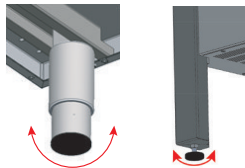

Bild 4. Ausnivellieren des Gerätes
- Das Gerät auf einem harten und stabilen Untergrund in einem für die Nutzung des Gerätes vorgesehenen Raum aufstellen, der die Vorschriften des Baurechts erfüllt, und dann mit Hilfe der regulierbaren FüÙe ausnivellieren (Bild 4).